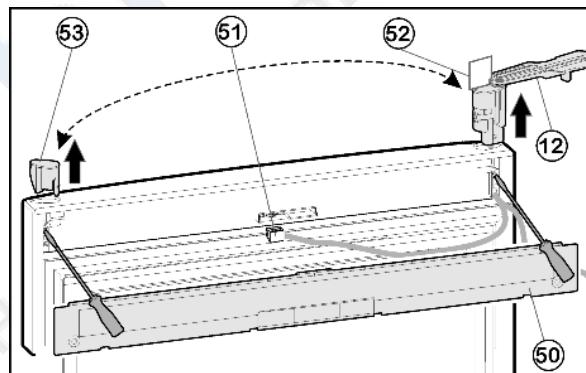

Fig. 9
- ▶ Снимите крышку Fig. 9 (50) на дверце с помощью отвёртки.
- ▶ Отсоедините разъем Fig. 9 (51).
- ▶ На верхней дверце поверните опорный кронштейн Fig. 9 (12) наружу параллельно краю дверцы.
- При помощи отвертки вытолкните опорный кронштейн Fig. 9 (12) снизу и снимите с двери вместе с кабелем.
- Извлеките пробку Fig. 9 (53) снизу при помощи отвертки и вставьте на другой стороне.
- Проденьте кабель опорного кронштейна Fig. 9 (12) на противоположной стороне и установите опорный кронштейн.
- Снимите шаблон Fig. 9 (52) и закрепите на опорном кронштейне.
- Вставьте разъем Fig. 9 (51).
- Зафиксируйте крышку Fig. 9 (50) на дверце.